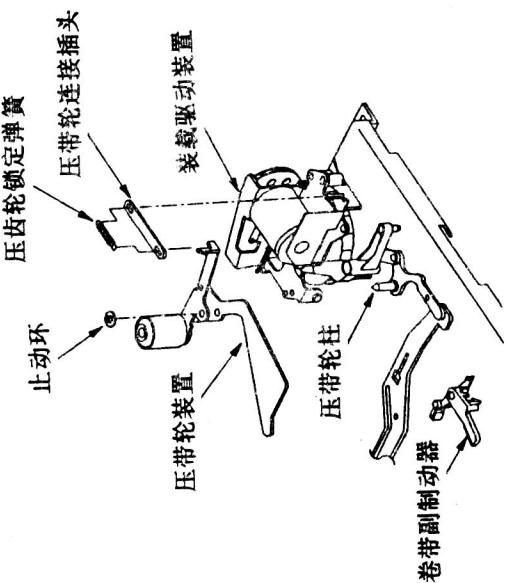

图41
- (7)如图41所示,逆时针方向(如箭头A所示)旋转装载驱动装置的滑轮,直至其停止为止,然后顺时针方向(如箭头B所示)转动3圈,将装载驱动装置置于安装状态;
- (8)将装载驱动装置安装到主底板之前,首先注意安装时的步骤与上述相反,安装时应注意马达的引线、正极性应在底部左侧,并用螺钉B将湿敏传感器安装在马达上,注意不要触摸传感器表面;
- (9)卸下螺丝A和装载驱动装置;
- (10)卸下装载皮带和螺丝B,然后取下马达;
- (11)重新安装时的步骤与上述相反,安装时应注意马达的引线、正极性应在底部左侧,并用螺钉B将湿敏传感器安装在马达上,注意不要触摸传感器表面;
- (12)按箭头所示方向滑动制动器连接器,并装上凸轮杠杆;
- (13)安装压带轮连接插头和压带轮锁定弹簧。